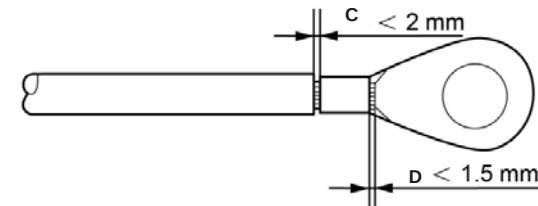

Abbildung 5.9 Draht abisolieren
- 4) Führen Sie den abisolierten Draht in den Crimbereich der OT-Klemme ein und crimps Sie die Klemme mit der Hydraulikklemmer auf den Draht (siehe Abbildung 5.9).